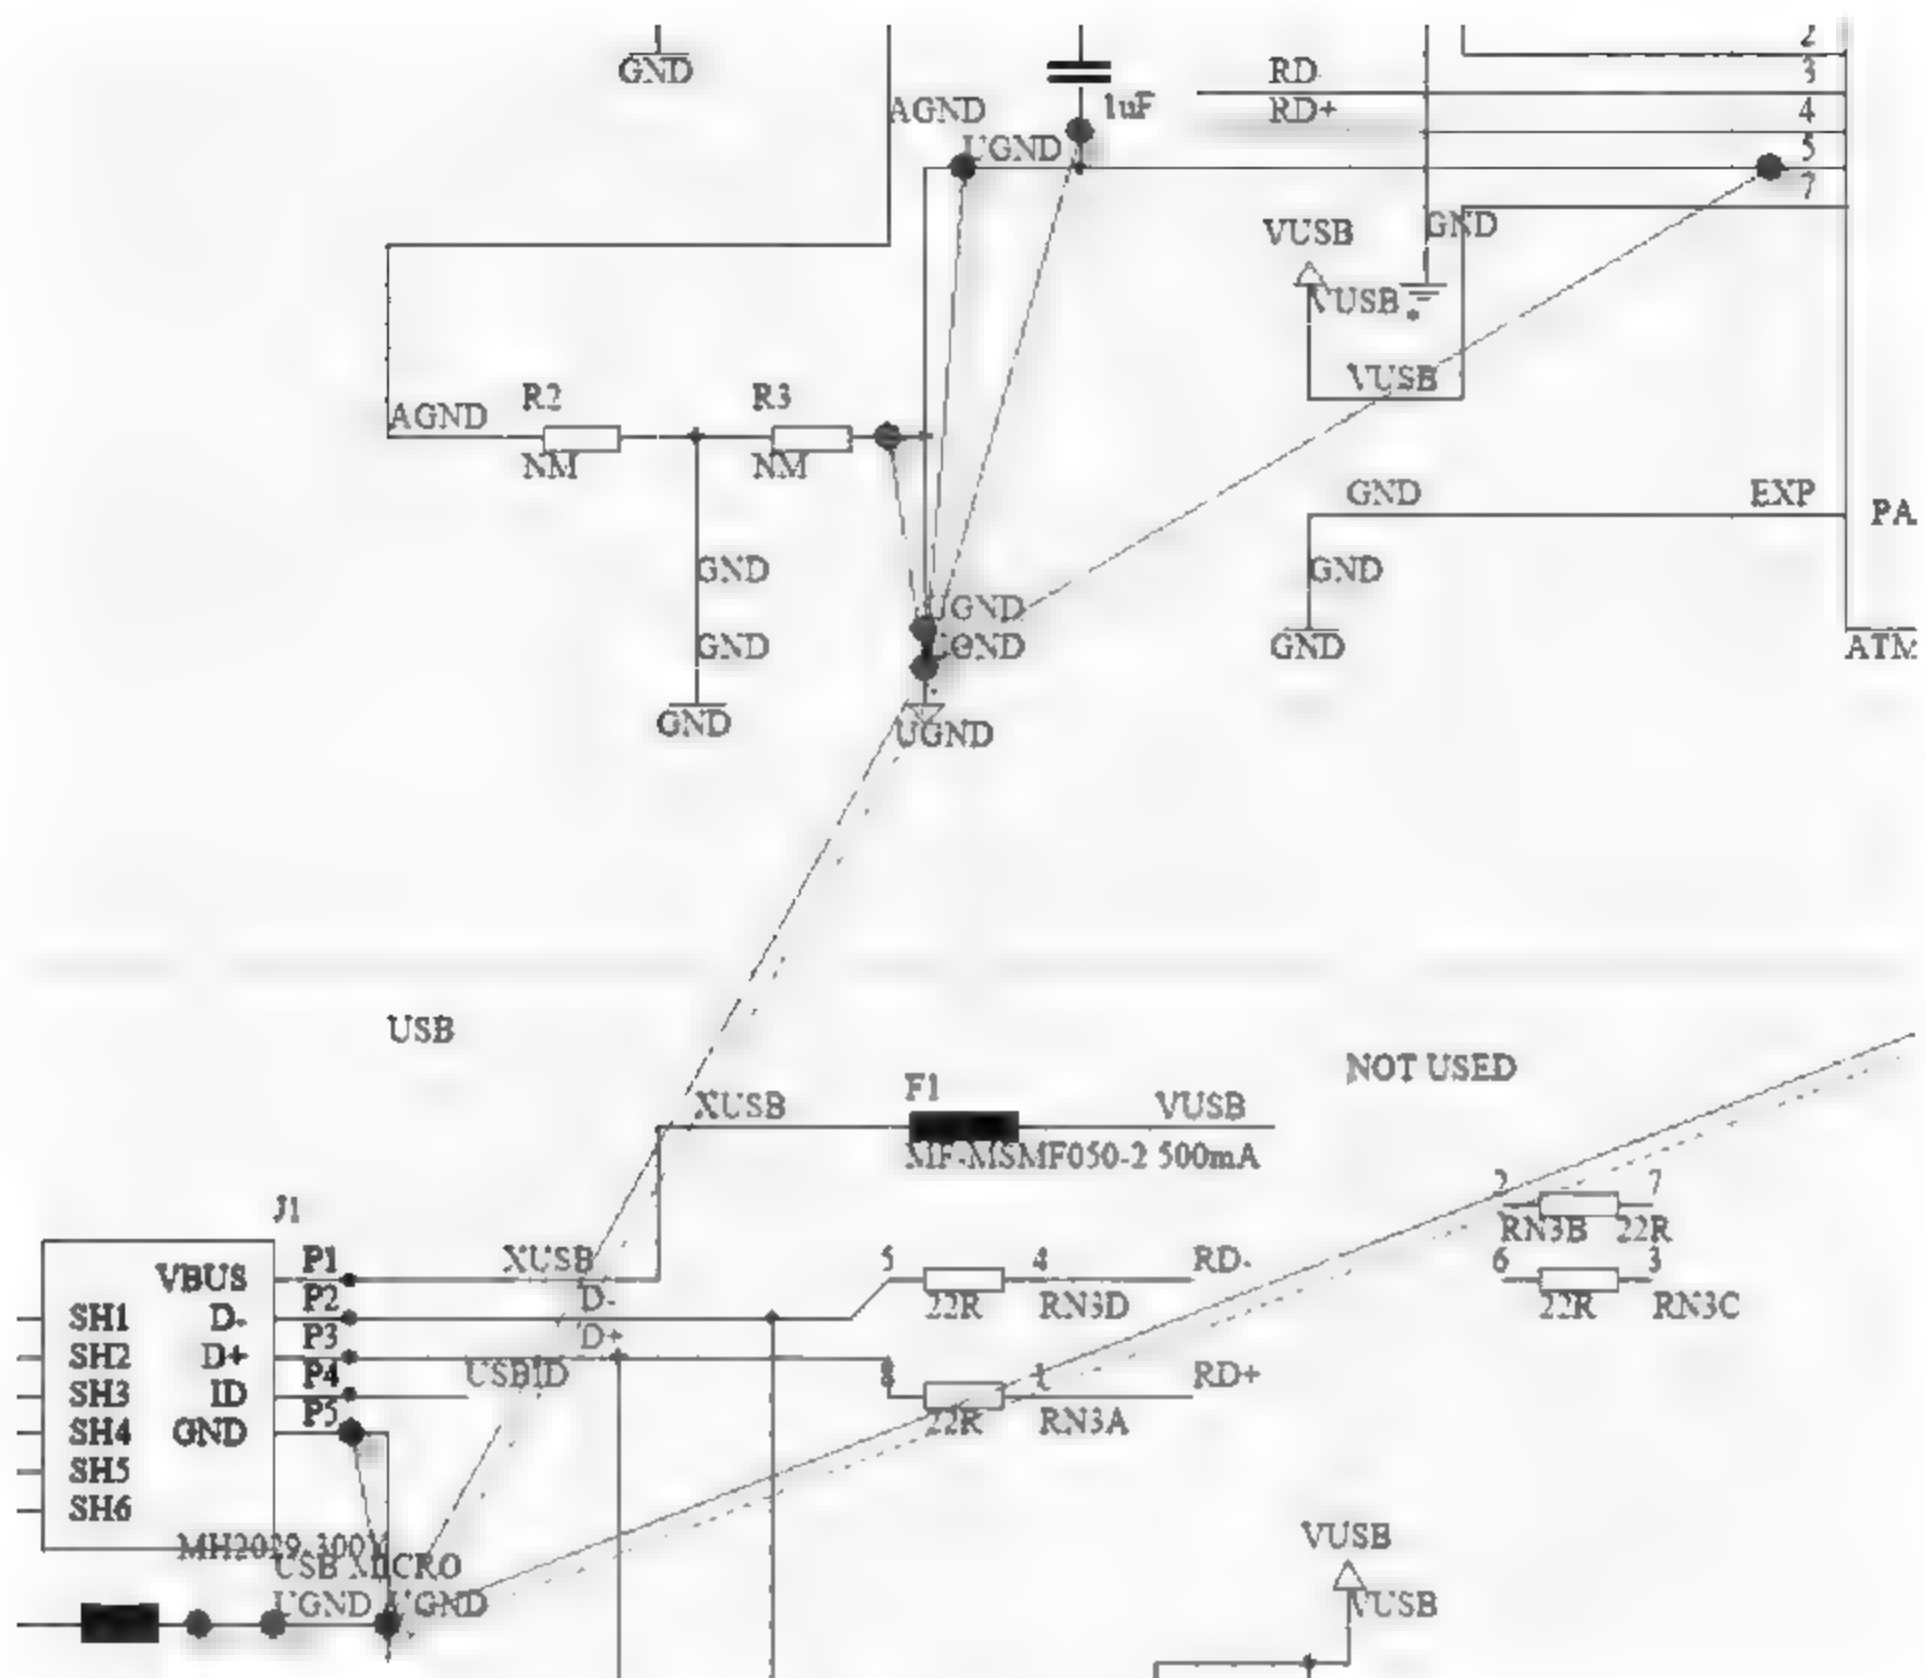

图 1-32 “连接图”方式下的高亮效果
- 连接图: 如果只勾选该复选框,用户在原理图中高亮显示某一个网络时,原理图对应的所有网络会以一个连接关系图形式展示出来,如图 1-32 所示。